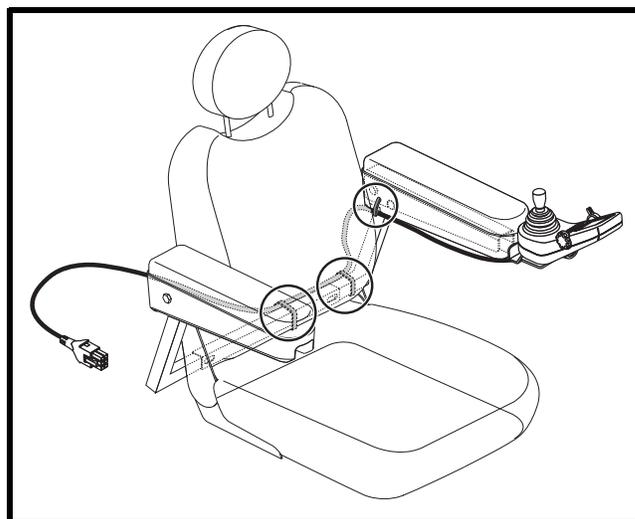

Figure 13. Câble sécurisé sur un siège Contour
8. Fixez le câble du contrôleur sous l'accoudoir avec des attaches pour fil. **Voir la figure 13.**